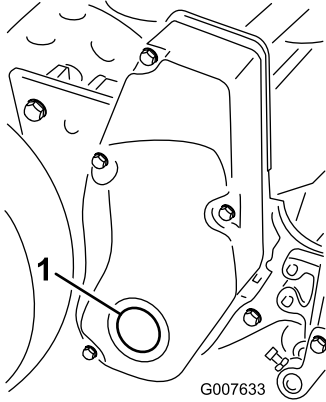

Figura 63
1. Retire el tapón de la cubierta derecha de la transmisión del molinete (Figura 63).